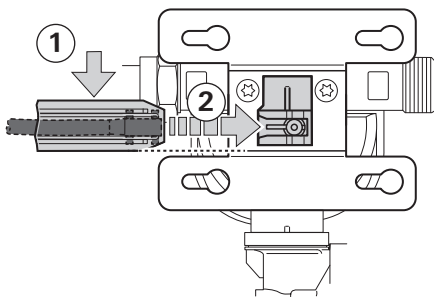
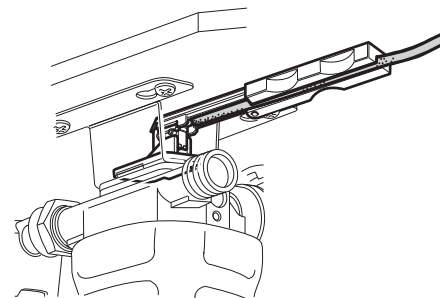

Bild 7
Bild 8
- ▶ Hållaren för givaren sitter mot sidan mellan plåtstyckena (Bild 7). Lägg därför monteringshjälpen inklusive givare och kabel parallellt mot insidan av det undre plåtstycket (Bild 7, steg 1).
- ▶ Skjut monteringshjälpen inklusive givare och kabel i riktning mot hållaren (Bild 7, steg 2) tills givaren kännbart sitter i hållaren (Bild 8).